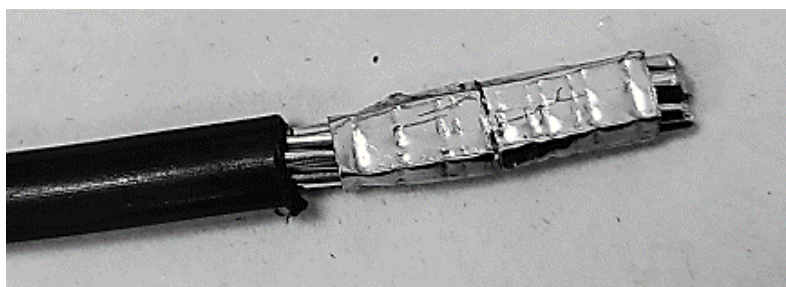

Рисунок 4А – Пример обжата многожильного провода типа СИП
5.4 Обжать конец провода наконечником, рекомендуемая форма обжатия квадрат или прямоугольник (рисунок 4А), рекомендуемый инструмент для обжатия - кримпер.